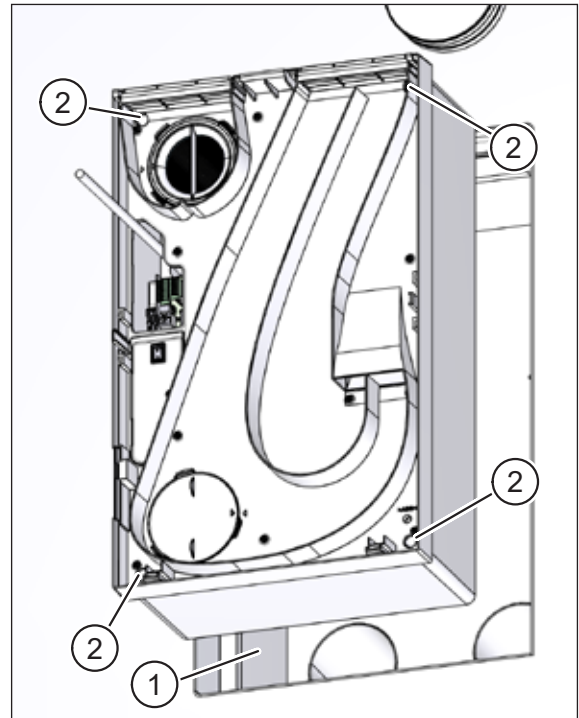

Abb. 44: Lüftungsgerät befestigen – Wandintegrierte Montage U²
- ▶ Schieben Sie das Lüftungsgerät vorsichtig bis zum Anschlag in den Mauerkasten (Pos. 1 in Abb. 44) ein.
- ▶ Befestigen Sie das Lüftungsgerät mit den vier Kreuzschlitzschrauben (Pos. 2 in Abb. 44). Ziehen Sie dabei die Schrauben **leicht** über Kreuz an.